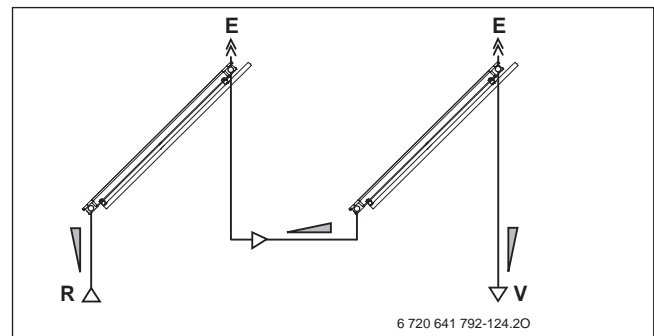

Bild 154 Hydraulikschema mit Entlüfter pro Kollektorreihe am Beispiel Flachdachmontage (Reihenschaltung)
- ▶ Für jede Reihe einen Entlüfter einplanen (→ Bild 154).